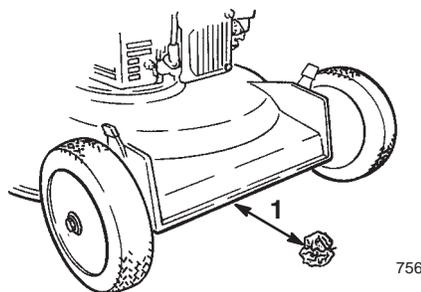

Figura 11
5. Tome media página de periódico y haga una bola con ella que sea lo suficientemente pequeña como para pasar por debajo de la plataforma (de unos 76 cm de diámetro) tal y como muestra la Figura 11.